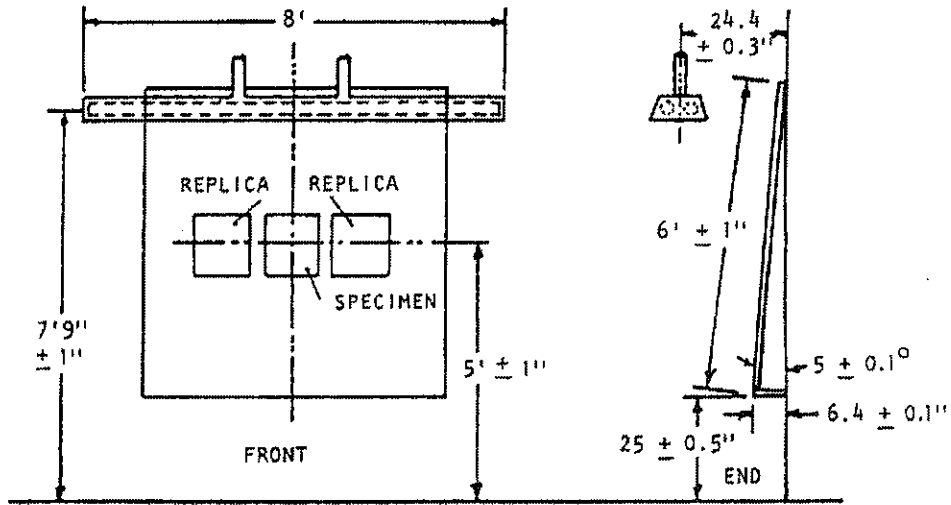

Fig. 3—Lighting equipment for viewing test specimens.
4.5 放置在暗定里的评级区域和灯光（见图 3）
- 7.2 将试样固定在观测板上（见图 3），经向垂直地面，将评级照片固定在试样的两旁，比照评级。